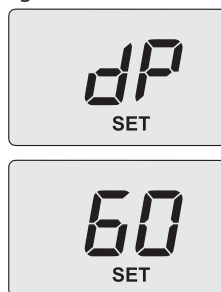

Figura 9.14
- Utilice los botones 14 o 15; en el display LCD, las letras **dP** se alternan con el valor de temperatura del agua de calefacción (ej. **60**) y aparece el mensaje "SET", indicando que se ha entrado en la activación de la "función deshollinador" a la potencia máxima en agua sanitaria (Figura 9.14).